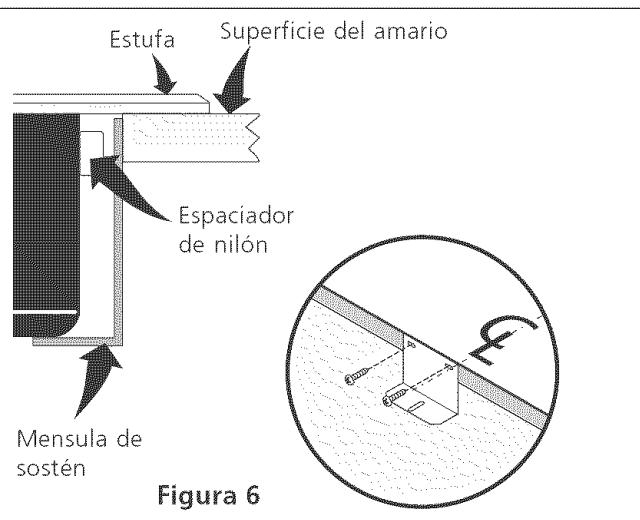

Figura 6
2. Instale las ménsulas de sostén. Ver Figura 6.
Las ménsulas de sostén TIENEN QUE instalarse, a satisfacción de los códigos locales o, en su ausencia, con el Código Eléctrico Nacional ANSI/NFPA No. 70--última edición (Figura 6).